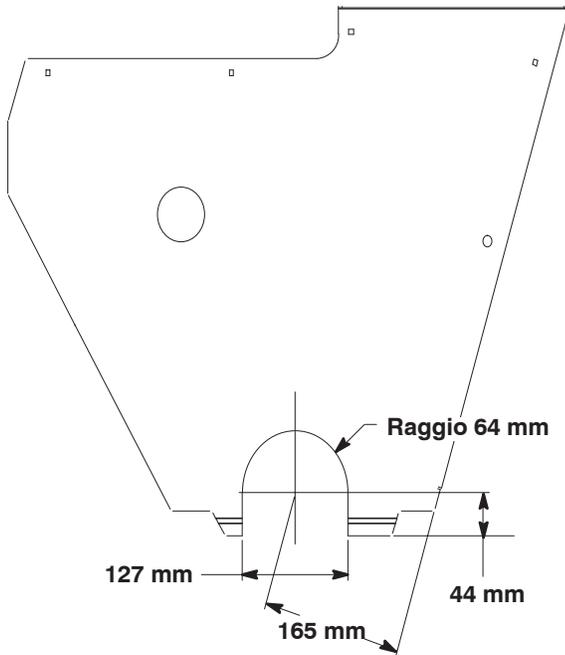

Figura 10
15. Utilizzando le dimensioni riportate nella figura 10, marcate e trapanate una tacca nella copertura del piatto di taglio centrale.